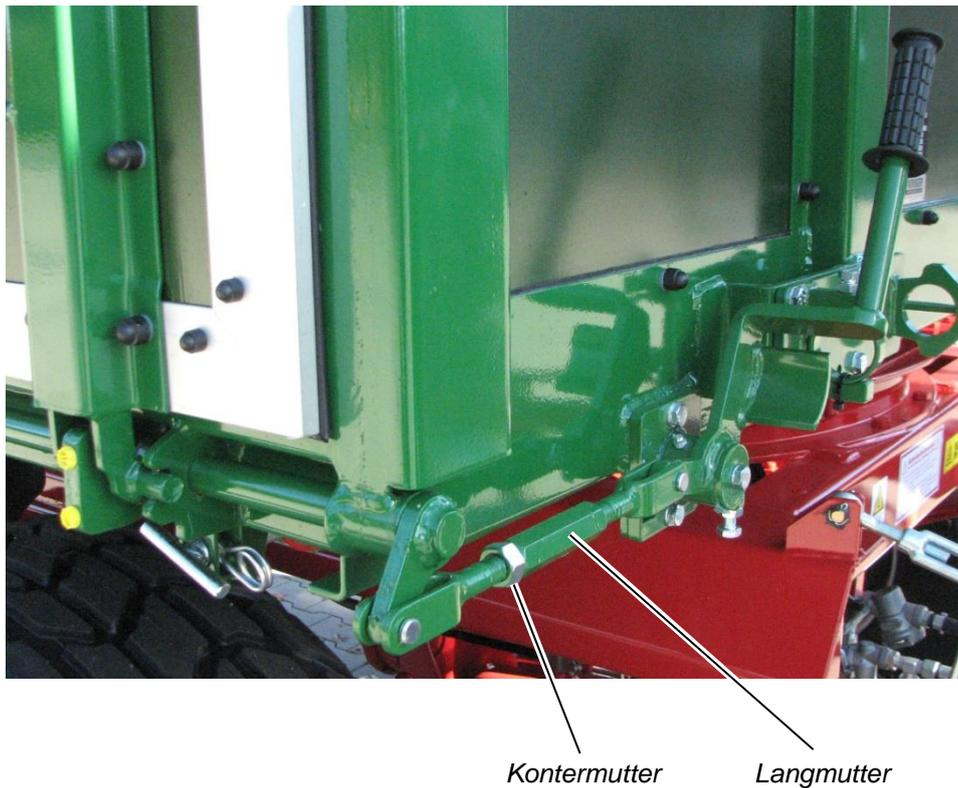

Abbildung 78: Totpunkt einstellen, hier: HKD 302 - Zentral-Unten-Entriegelung vorne rechts
- ⇒ Lösen Sie die Kontermutter (siehe Abbildung 78).
- ⇒ Verstellen Sie die Langmutter (siehe Abbildung 78).
- ⇒ Wenn Sie den Totpunkt spüren können: Schrauben Sie die Kontermutter (siehe Abbildung 78) wieder gegen die Langmutter.